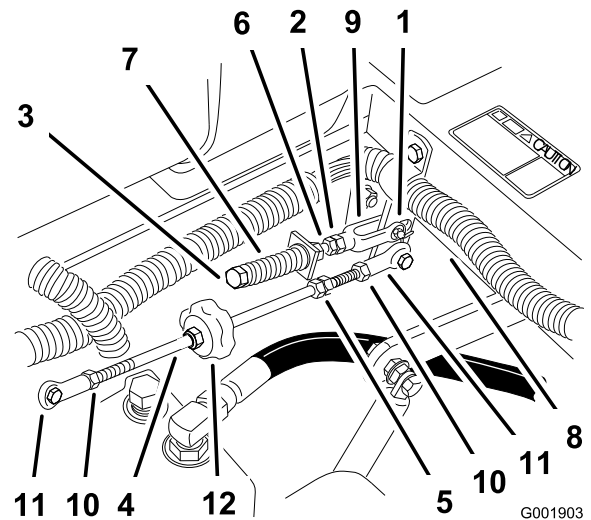

Figura 69
8. Se occorre regolare, allentate il dado e il contro dado contro la forcella (Figura 69).
9. Premete leggermente indietro la leva di comando del movimento, e girate la testa del bullone di regolazione nella direzione opportuna finché la leva di comando non si trova al centro, in posizione di bloccaggio in folle (Figura 69).
10. Serrate il dado e il contro dado (Figura 69).